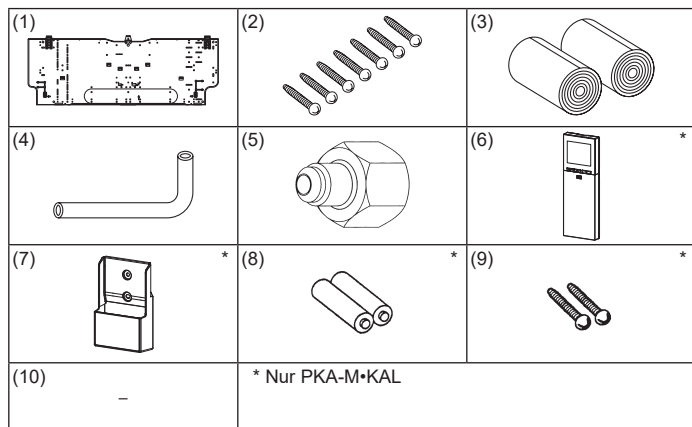

Abb. 3-1
3.1. Zubehöerteile der Innenanlage prüfen (Abb. 3-1)